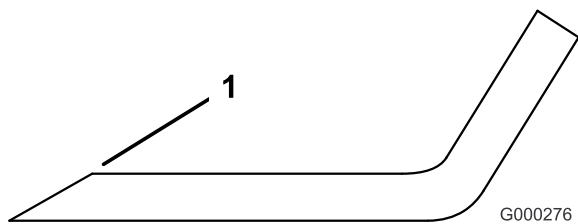

Bild 80
1. Schärfen Sie die Schnittkante an beiden Enden des Schnittmessers mit einer Feile (Bild 80). Behalten Sie den ursprünglichen Winkel bei. Das Schnittmesser behält seine Auswuchtung bei, wenn von beiden